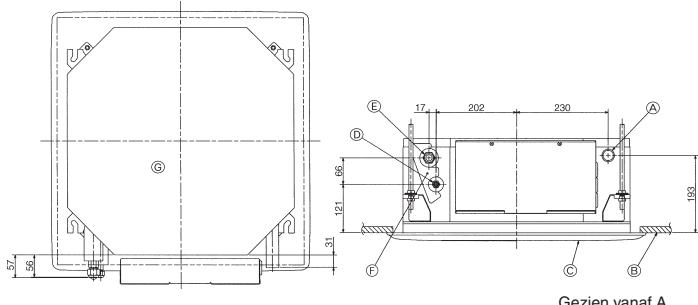
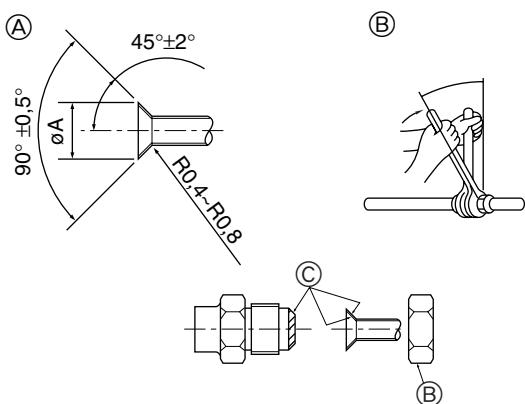

Fig. 3-1
Fig. 3-2
3.1. Locaties van koelleidingen en draineerbuisen van het binnenapparaat (Fig. 3-1)
- ① Afvoerdeeling
② Plafond
③ Rooster
④ Koelleiding (vloeistof)
⑤ Koelleiding (gas)
⑥ Inlaat voor waterlevering
⑦ Het apparaat
3.2. Aansluiten van de pijpen (Fig. 3-2)
① Afsnijmaterieel tromp